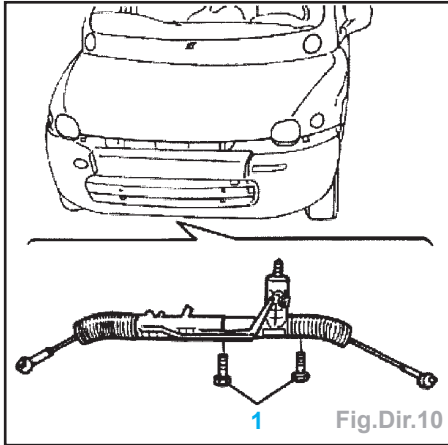

Fig.Dir.10
- Déposer les vis (1) fixant la crémaillère à la traverse AV (Fig.Dir.10), puis désolidariser la crémaillère à travers le passage de roue droit en le retirant du logement central de la traverse AV.